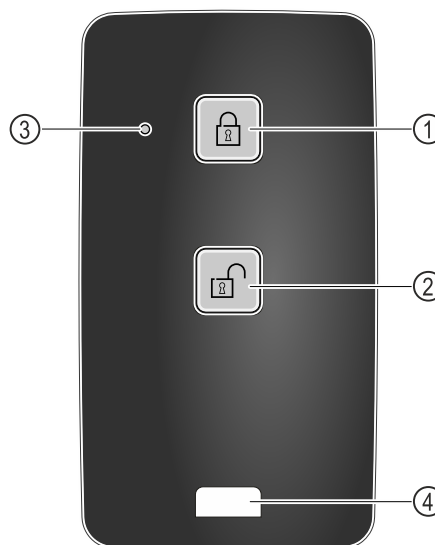

Fig. 219
- ▶ Pulsar el botón Fig. 219 (1) del mando a distancia.
- ▶ Pulsar el botón Fig. 219 (2) del mando a distancia.
- ▶ El LED de estado Fig. 219 (3) emite una señal visual al pulsarse el botón.
- ▶ Anilla Fig. 219 (4) para la fijación del mando a distancia, p. ej., en un llavero.